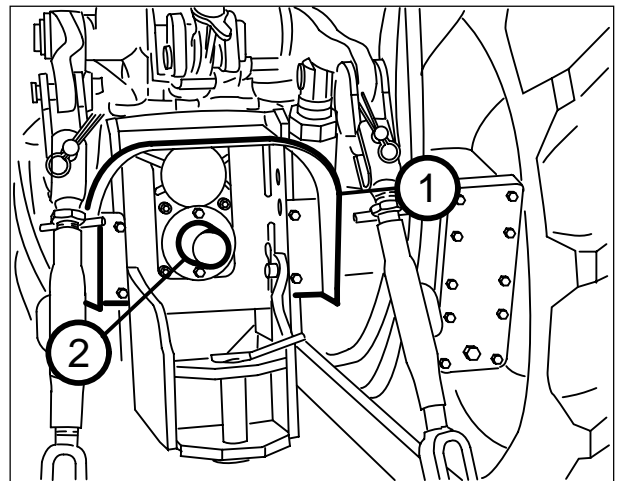

Fig. 1.14
- Assegure-se de que as protecções da TDF (1) estejam correctamente montadas e de que a tampa do veio (2) esteja montada quando a TDF não for utilizada (Fig. 1.14).